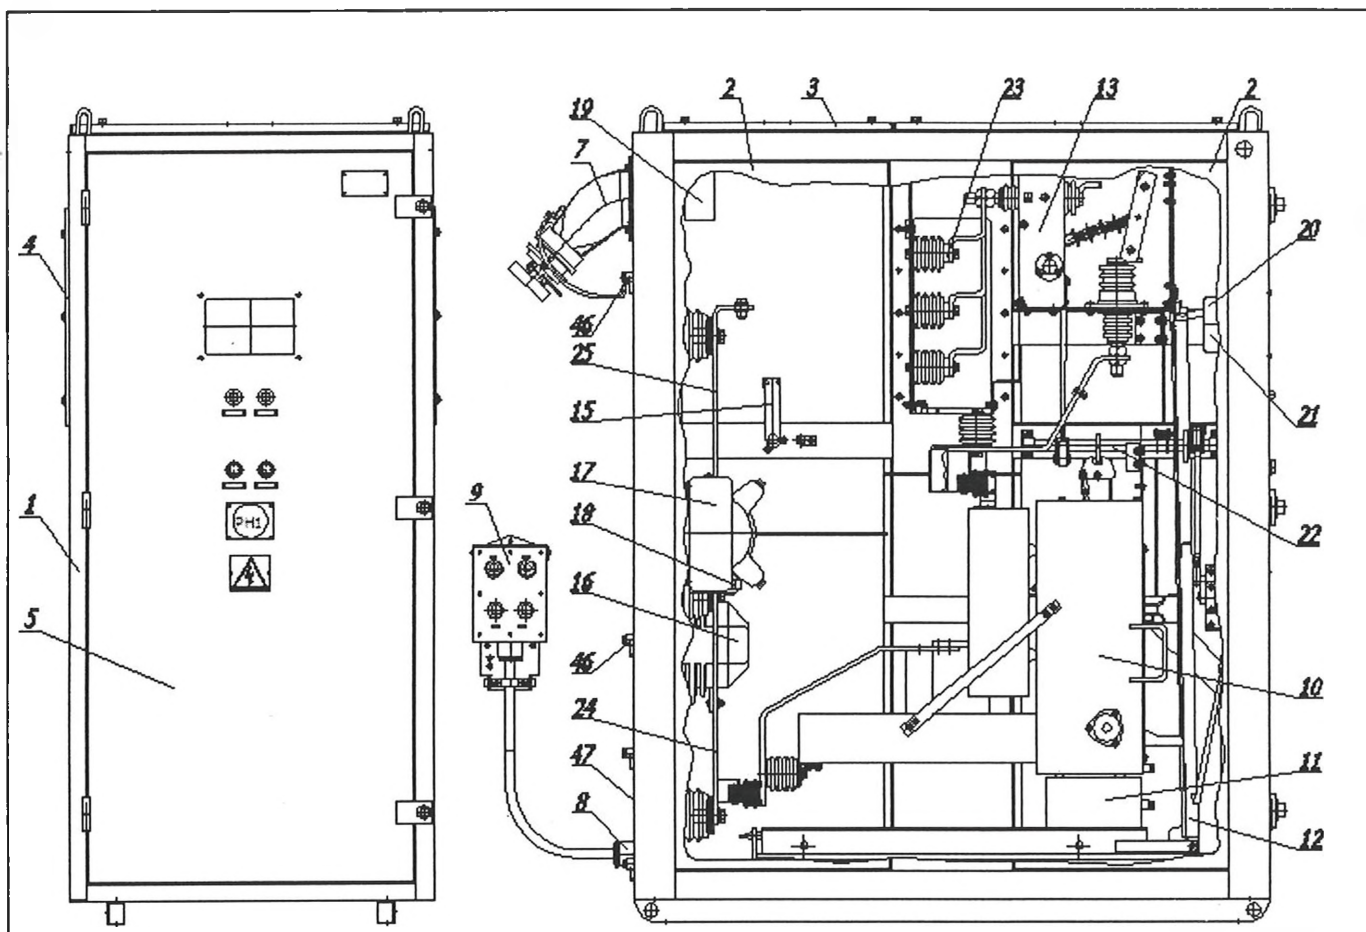

Рисунок 1. КРУРН-6-01-Г
Шкаф отходящих присоединений для комплектации группового КРУ (рисунок 1) состоит из следующих основных элементов:
4.1 Вводной шкаф для комплектации группового КРУ (рисунок 2, 3) отличается от шкафа отходящих присоединений отсутствием трансформатора тока нулевой последовательности 19 (рисунок 1), заземлителя 15, измененной схемой ошиновки и электрической схемой управления.
4.2 Секционный шкаф для комплектации группового КРУ (рисунок 4) отличается от шкафа отходящих присоединений отсутствием муфт кабельных 7 (рисунок 1), трансформаторов тока нулевой последовательности 19, трансформатора напряжения 17, высоковольтного предохранителя 18, заземлителя 15, и измененной электрической схемой управления.
Ввод высокого напряжения осуществляется через муфты кабельные 7 (рисунок 1), установленные на боковых крышках 4, непосредственно на разъединители 13 и далее, как в соответствующих шкафах для комплектации группового КРУ, до разъединителей 27 (рисунок 2, 3, и 4).
Шкафы КРУ могут поставляться как с пультами дистанционного управления 9 (рисунок 1), так и без них.
Шкафы имеют четыре смотровых окна 46 (рисунок 1), позволяющих осуществлять визуальный контроль положения разъединителей и высоковольтных штепсельных разъемов.